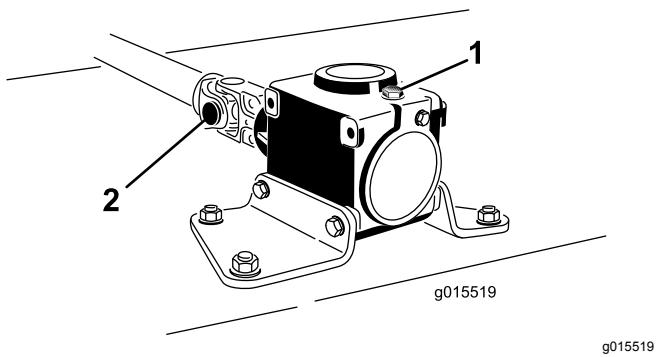

図 3
- ヨークとギアボックスのシャフトからロールピンを取り外す図 3。ロールピンは再使用するので捨てないこと。
- キャップスクリュ2本とロックナットをゆるめる図 3。